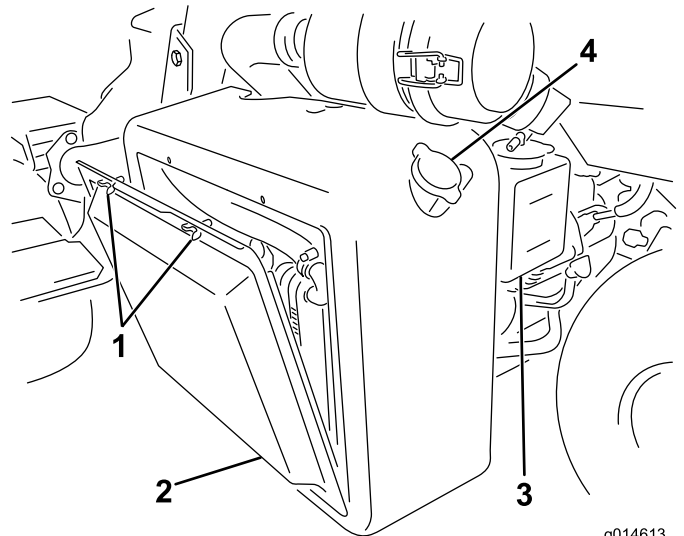

Figura 54
1. Retire o painel do radiador (Figura 54).